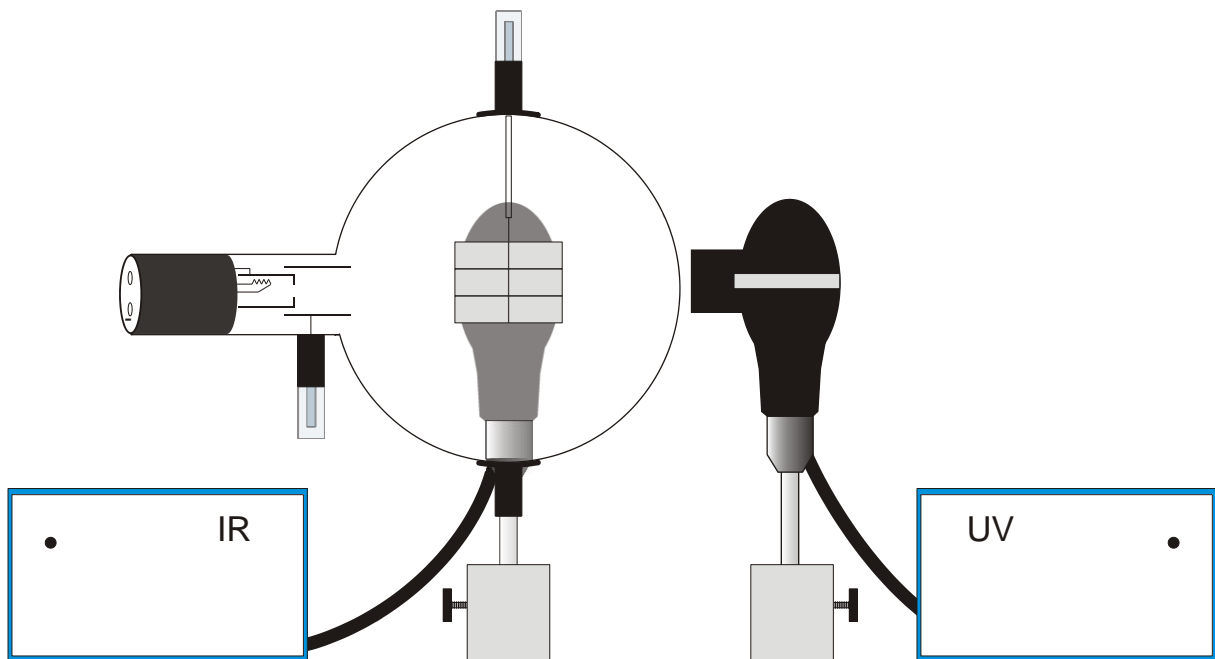

Fig. 3 Fosforecencia y apagado
- Retirar el cableado del tubo (ver Fig. 3).